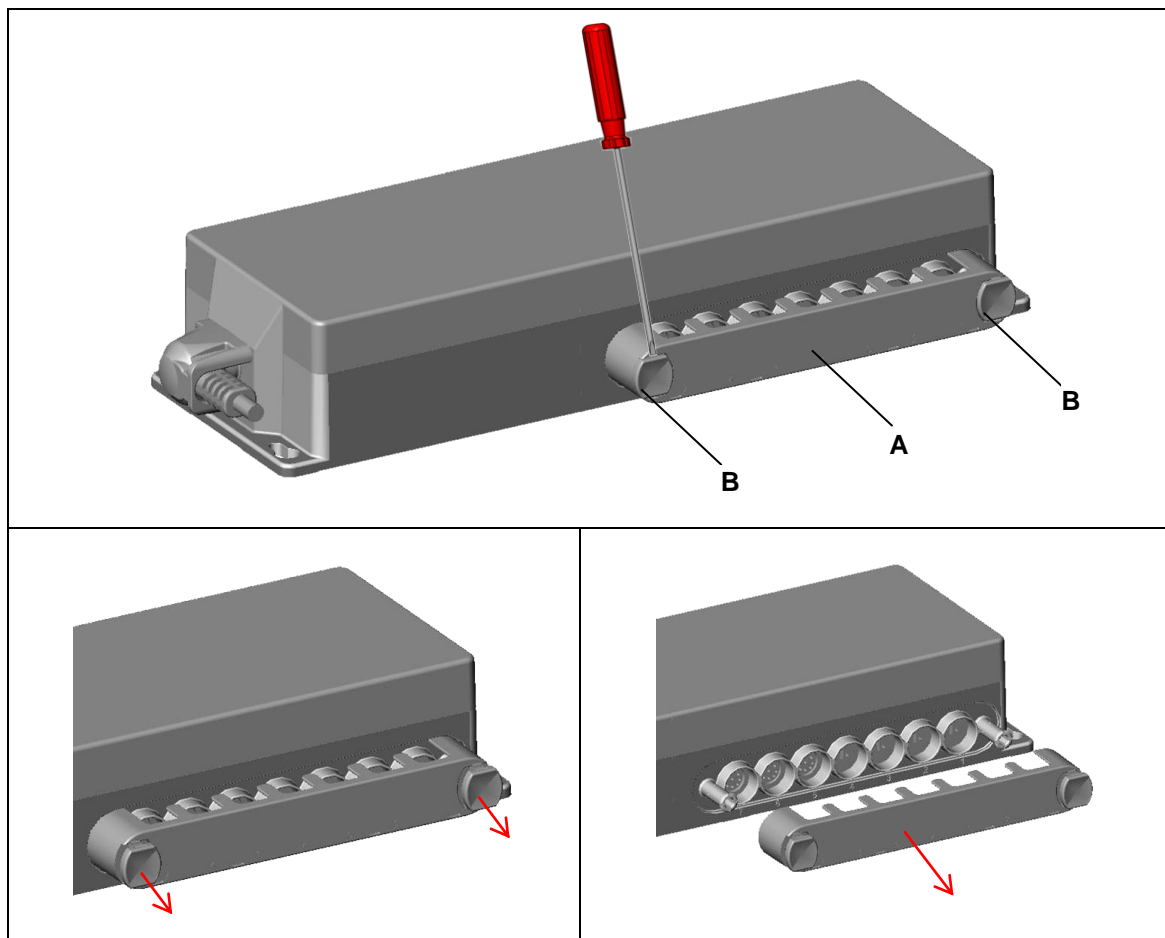

Abbildung 11 Öffnen der Steckerauszugssicherung an der Steuerung SG(AG) 300
Dazu entfernen Sie die Steckerauszugsicherung über den Anschlussbuchsen (siehe Seite 19, Abbildung 11) und stecken die Stecker der Komponenten in die vorgesehenen Buchsen. Achten Sie auf die richtige Anschlussposition wie auf dem Anschlussschema angegeben (siehe Seite 9, Abbildung 2).
- 2 Lösen Sie mit einem geeigneten Werkzeug die beiden Sperrstücke, wie in Abbildung 11 gezeigt.
- 2 Lösen Sie mit einem geeigneten Werkzeug die Sperrstücke (siehe Seite 19, Abbildung 11).
- 2 Öffnen und entfernen Sie die Steckerauszugsicherung (siehe Seite 19, Abbildung 11).
- 3 Ziehen Sie alle Anschlusskabel aus der Steuerung SG(AG) 300.
- 5 Entfernen Sie die Steuerung SG(AG) 300 von der Applikation.